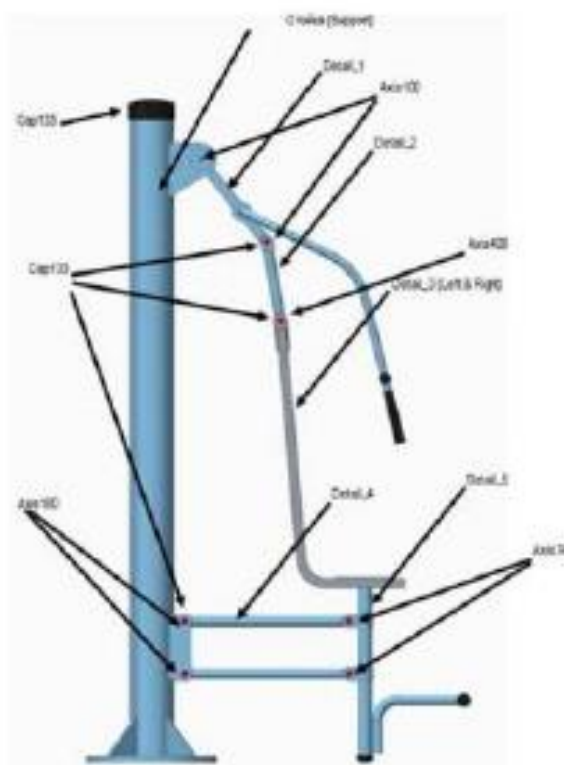
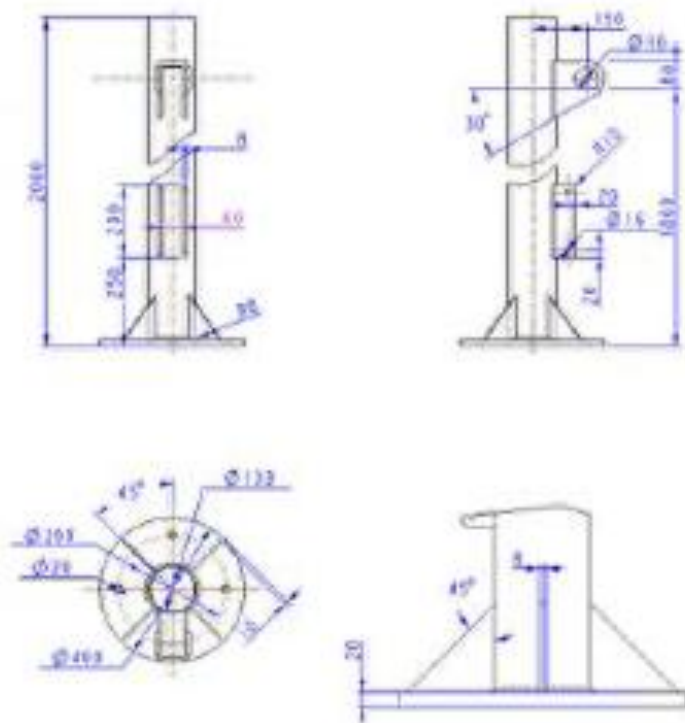

Рис. 1. Тренажер. Вид слева. Расположение деталей.
Рис. 2. Чертежи деталей.
5. Проверить, что при запуске сборочного файла все детали корректно отображаются. Расположение всех деталей отмечено на рис. 1. Чертежи деталей представлены на рис. 2.
Technical drawing of a unicycle clamp (ЗАЖИМ). The drawing includes three views: a top view showing a semi-circular shape with diameters $\phi 50$, $\phi 42$, and $\phi 36$; a side view showing a rectangular profile with a diameter of $\phi 4$ and dimensions 7 and 8; and a perspective view showing the clamp installed on a unicycle frame, with labels for 'седло' (saddle), 'руль' (handlebar), 'руль-стержень' (handlebar stem), and 'колесо' (wheel). A small caption below the perspective view reads: 'Рисунок 1 Установка заднего колеса. Иллюстрация к программе (кнопка)